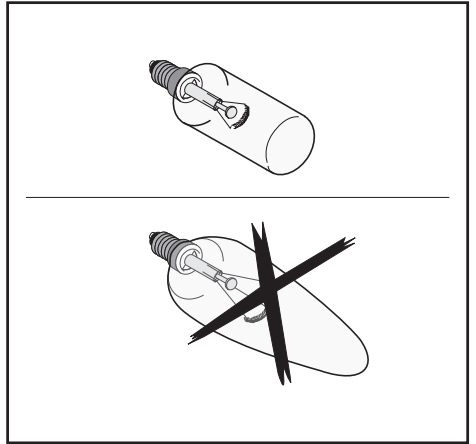

Fig.11
• **Sostituzione delle lampade ad incandescenza (Fig.11).**
Sostituire con lampada dello stesso tipo (Fig.11).